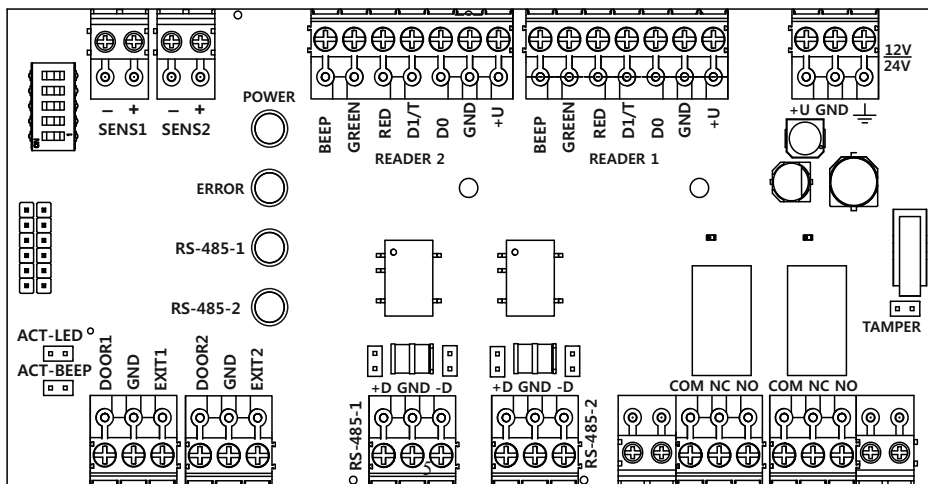

Рисунок 3 – Плата модуля внешних подключений
5.5 На модулях внешних подключений (Рисунок 3) расположены: